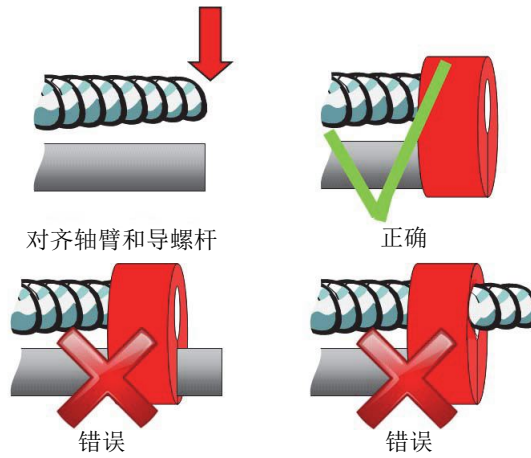
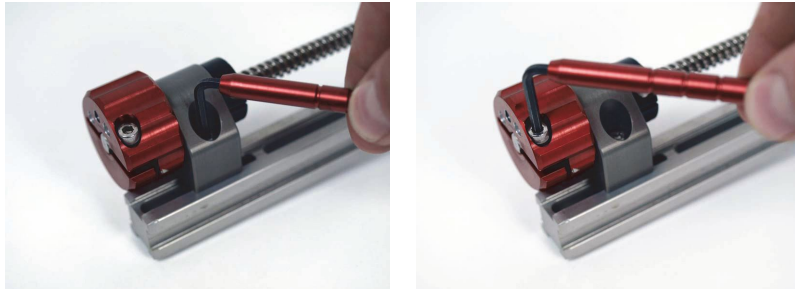

图 A-3 将轴臂与导螺杆对齐
图 A-4 拧紧大旋钮组装件上的螺钉
3. 使大旋钮组装件与平移轴臂的端部和导螺杆正好对齐（参见第 67 页的图 A-3），然后拧紧 2 个螺钉（参见第 67 页的图 A-4）。